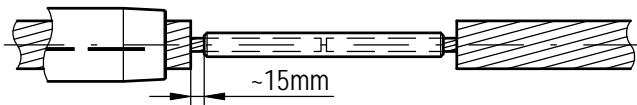

FIG 2
- 4) Shove the steel-sleeve onto the steel core, unwrap the PVC tape. Insert the steel core into the sleeve until it stops. When assembled correctly, the distance between steel sleeve and aluminium shell of conductor is 15mm (FIG. 2).
- 4) Stahlhülse auf Stahlseele schieben, dabei Wickelband entfernen. Die Stahlseele muss bis zum Anschlag in die Bohrung eingeführt werden. Bei richtiger Montage soll der Abstand zwischen Stahlhülse und Al-Mantel 15mm betragen (siehe FIG. 2).